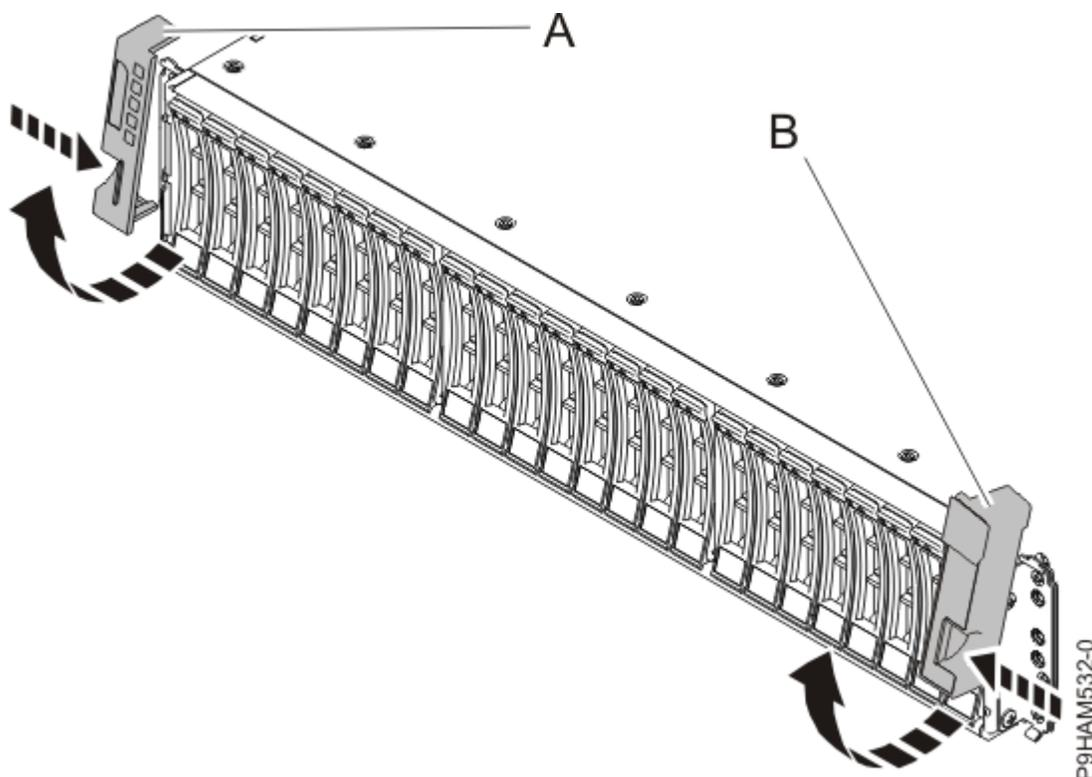

Figura 2. Removendo as tampas laterais
3. Na parte frontal do rack, remova a tampa lateral esquerda (**A**) e a tampa lateral direita (**B**) para mostrar os suportes de montagem. Pince a liberação para girar a tampa para cima e para fora do flange do chassi, conforme mostrado na Figura 2 na página 19.